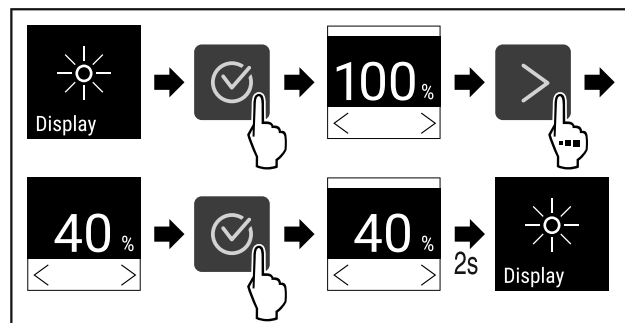

Fig. 82
- ▶ Stappen (zie Fig. 82) uitvoeren.